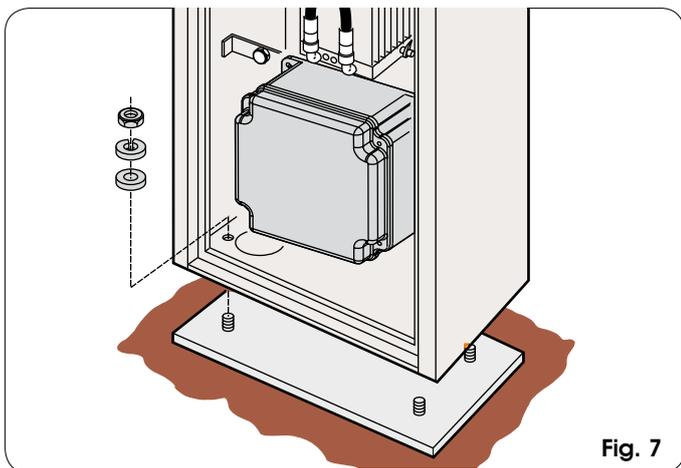

Fig. 7
- 1) Fixer le montant sur la plaque de fondation avec les quatre écrous fournis (fig. 7) en vérifiant la configuration de la barrière d'après la figure 6. Tenir compte du fait que le capot du montant est normalement tourné vers l'intérieur de la propriété.